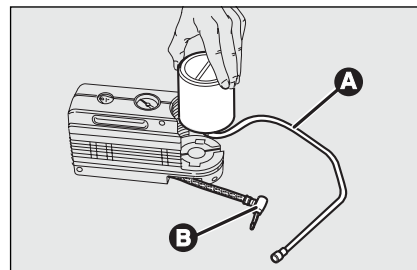

fig. 17
- maak de koppeling **B-fig. 17** los;